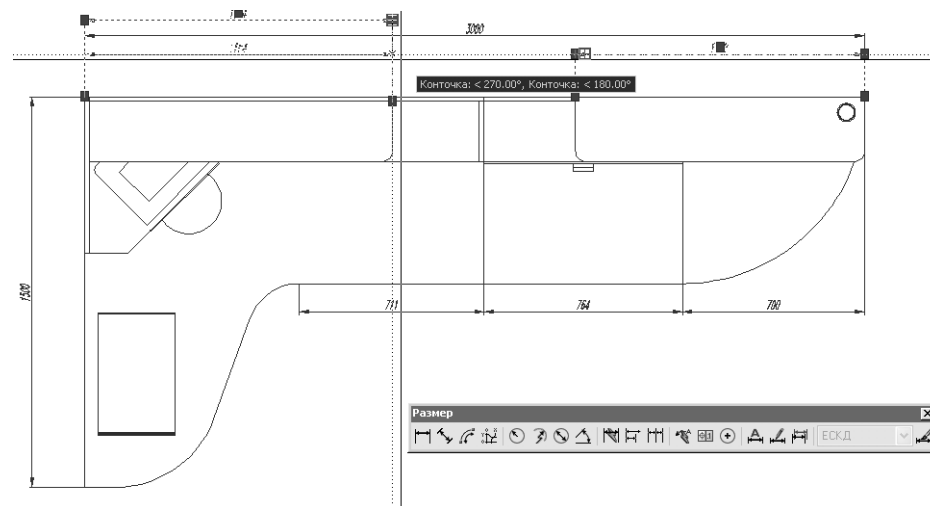

Рис. 11.18 ▼ Перемещение размера вниз с помощью маркеров выделения и отслеживания объектной привязки
18. Щелкните на любом расположенном возле стрелки маркере выделения одного из двух выделенных размеров. AutoCAD переключится в режим редактирования объекта с помощью маркера. Перетащите размер вниз с помощью выделенного маркера. Затем щелкните на аналогичном маркере второго размера и также перетащите его вниз, используя режим отслеживания объектной привязки для выравнивания высоты расположения второго размера по первому размеру (рис. 11.18). Нажмите **Esc** для выхода отмены выделения.